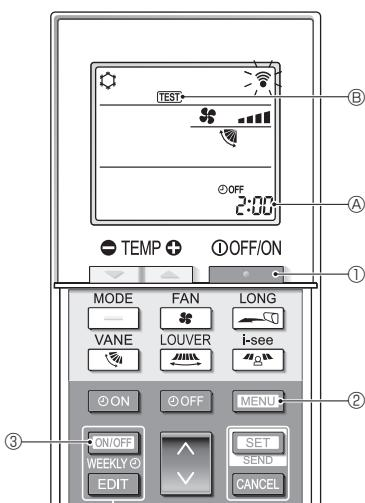

Fig. 7-5
7.2.2. Uso del comando a distanza senza filo (Fig. 7-5)
- Premere il pulsante ① per arrestare il condizionatore d'aria.
- Se il timer settimanale è attivo (WEEKLY è acceso), premere il pulsante ③ per disattivarlo (WEEKLY è spento).
- Premere il pulsante ② per 5 secondi.
- Premere il pulsante ②.